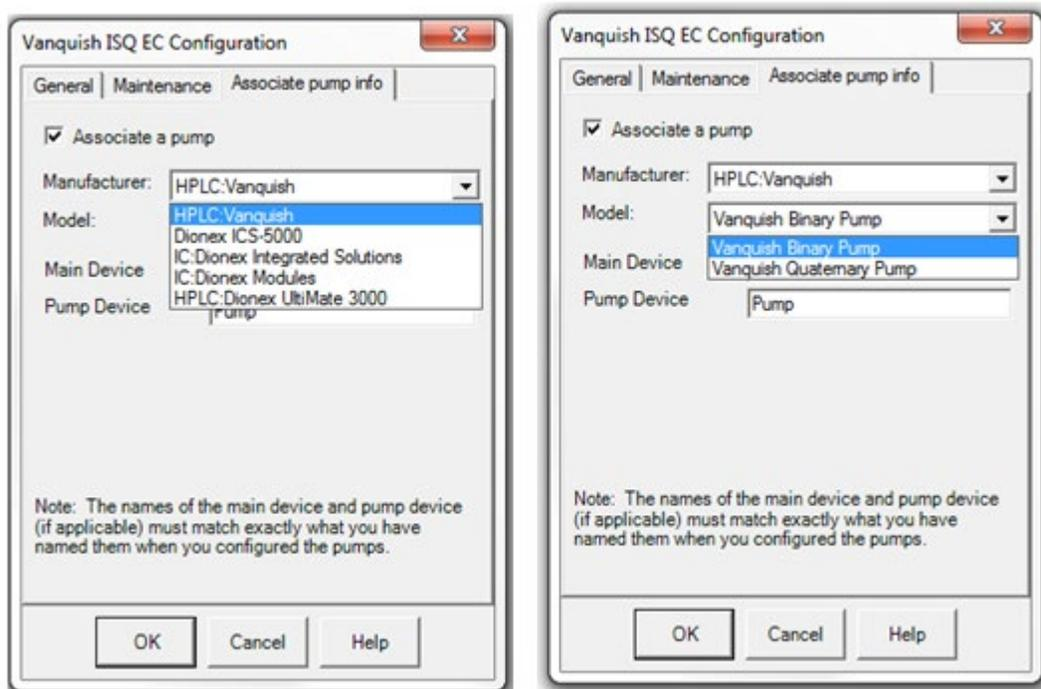

图 72: MS 配置 - 添加泵信息
- 28) 使用**制造商**和**型号**下拉菜单为系统上安装的泵选择正确的设置。见图 72。